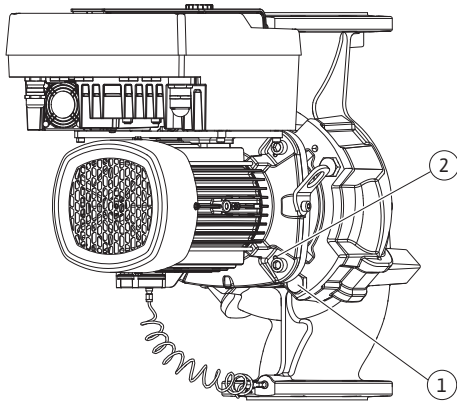

Fig. 111: Aftrykning af indstikssættet via gevindboringer (afhængigt af pumpetype)
22. Ved at fjerne skruerne (Fig. II, pos. 10) løsnes også differenstryktransmitteren fra motorflangen. Lad differenstryktransmitteren (Fig. I, pos. 8) med holdepladen (Fig. I, pos. 13) hænge i trykmåleledningerne (Fig. I, pos. 7). Fjern differenstryktransmitterens tilslutningskabel i elektronikmodulet.
23. Tryk indstikssættet af pumpehuset. Brug her de to gevindboringer (se Fig. 111, pos. 1).
31. Afmonter indstikssættet (se kapitlet "Beskrivelse af pumpen") fra pumpehuset ved at løsne flangeskruerne (Fig. I/III, pos. 29).
32. Ved at fjerne skruerne (Fig. I/III, pos. 29) løsnes også differenstryktransmitteren fra motorflangen. Lad differenstryktransmitteren (Fig. I, pos. 8) med holdepladen (Fig. I, pos. 13) hænge i trykmåleledningerne (Fig. I, pos. 7). Kobl tilslutningskablet til DDG i elektronikmodul af, eller løs det på stikforbindelsen, og træk det af.
33. De to gevindboringer (Fig. 111, pos. 1), der ligger ved siden af, samt egnede skruer (f.eks. M10 x 25 mm), der er til stede eller stillet til rådighed på opstillingsstedet, anvendes til afmontering af indstikssættet fra pumpehuset.
34. Før en gaffelnøgle (nøglevide 32 mm) ind i lanternevinduet (Fig. III, pos. 38), og hold akslen fast på nøglefladerne. Løsn pumpehjuls møtrik (Fig. III, pos. 22). Fjern skiver nedenunder (Fig. III, pos. 23), og træk pumpehjulet (Fig. III, pos. 21) af pumpeakslen. Afmonter pasfjeder (Fig. III pos. 37).
35. Træk akseltætning (Fig. III, pos. 25) samt afstandsring (Fig. III, pos. 20) af.
36. Fjern akseltætningens kontraring (Fig. III, pos. 26) fra dens sæde i lanternen.